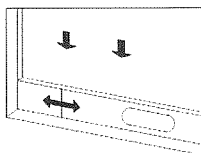

Figure 2
- Ouvrez la fenêtre et monter le kit (16) (voir figure 2 et 3), l'ensemble peut être placé horizontalement ou verticalement selon le sens d'ouverture